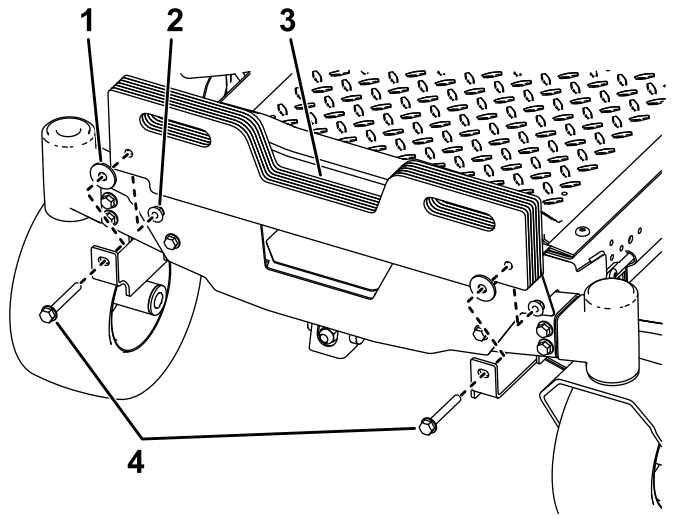

図 5
2. ウェイト用ブラケットにスーツケース型ウェイトを取り付けるボルト $\frac{5}{8}$ x $2\frac{3}{4}$ "2本、ワッシャ2枚、ロックナット $\frac{3}{8}$ "2個で 図 5 のように取り付ける。